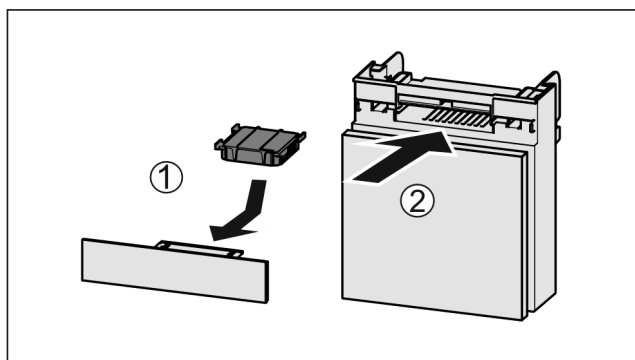

Fig. 145
- Aktivkohlefilter nach Abbildung einsetzen Fig. 145 (1).
- Fach einschieben Fig. 145 (2).